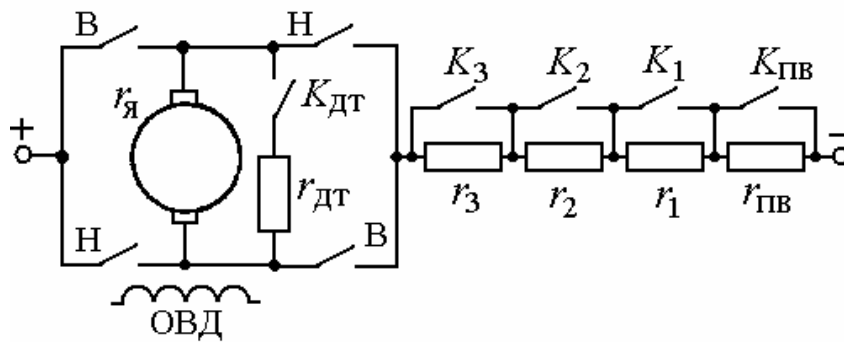
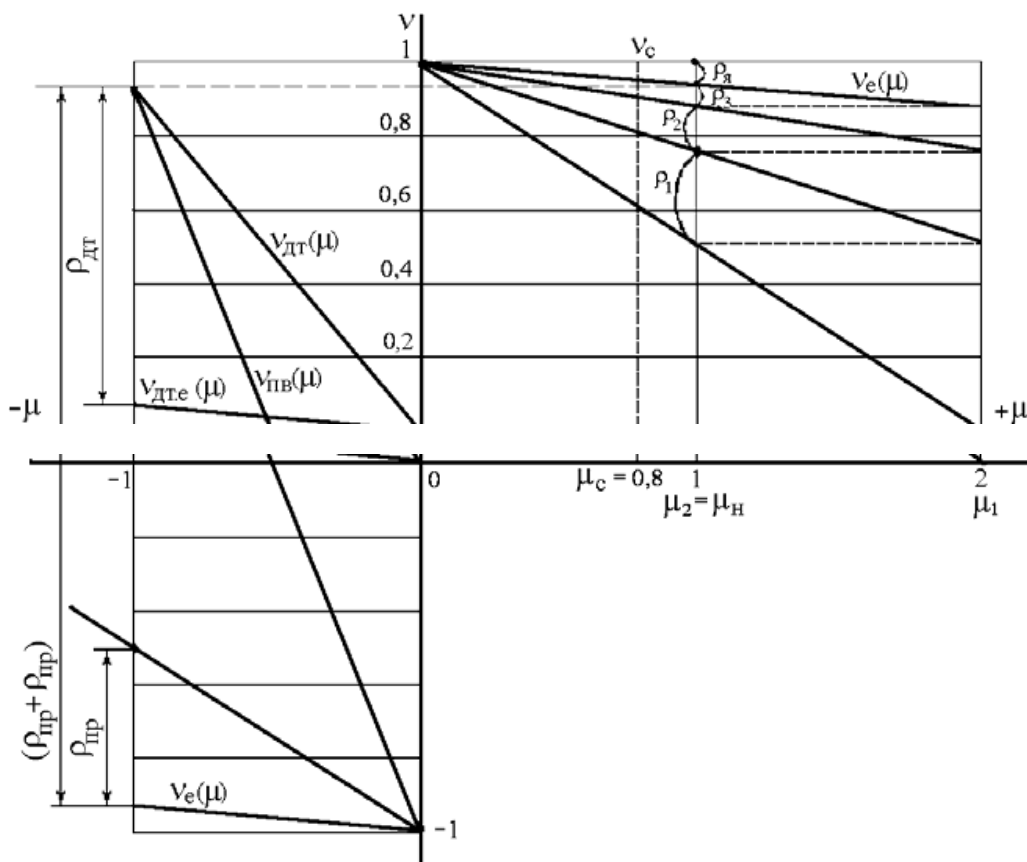

Рис.8. Схема электропривода с реостатно-релейным управлением
Рис.9. Механические пусковые и тормозные характеристики ДПТНВ
Задача 17. Для привода с двигателем постоянного тока независимого возбуждения (ДПТНВ) с реостатно-релейным управлением(рис.8) рассчитать величины ступеней пусковых сопротивлений. Номинальные значения паспортных величин двигателя: $P_n = 8,5 \text{ кВт}$; $U_n = 220 \text{ В}$; $I_n = 44 \text{ А}$; $\omega_n = 94 \text{ рад/с}$. Максимальный пиковый момент двигателя при пуске $\mu_1 = 2$. Относительные значения момента переключения ступеней пускового сопротивления $\mu_2 = 1$, статического момента нагрузки $\mu_c = 0,8$.
2. Найти число ступеней пуска m и построить характеристики реостатного пуска (рис.9).
Задача 18. Для привода постоянного тока с реостатно-релейным управлением (см. рис.8) рассчитать ступень сопротивления для торможения противовключением и для динамического торможения. Характеристики приведены на рис.9. Номинальные значения параметров двигателя: $P_n = 8,5 \text{ кВт}$; $U_n = 220 \text{ В}$; $I_n = 44 \text{ А}$; $r_a = 0,3 \text{ Ом}$; $\omega_0 = 100 \text{ рад/с}$; $\omega_n = 94 \text{ рад/с}$. Двигатель переключается в тормозной режим потивовключения или динамического торможения при $\mu_c = 1$ и $v = v_n$. Максимальный тормозной момент припереключении $\mu_t = 1$. Пусковые характеристики рассчитаны для максимального значения момента при пуске с $\mu_1 = 2$.